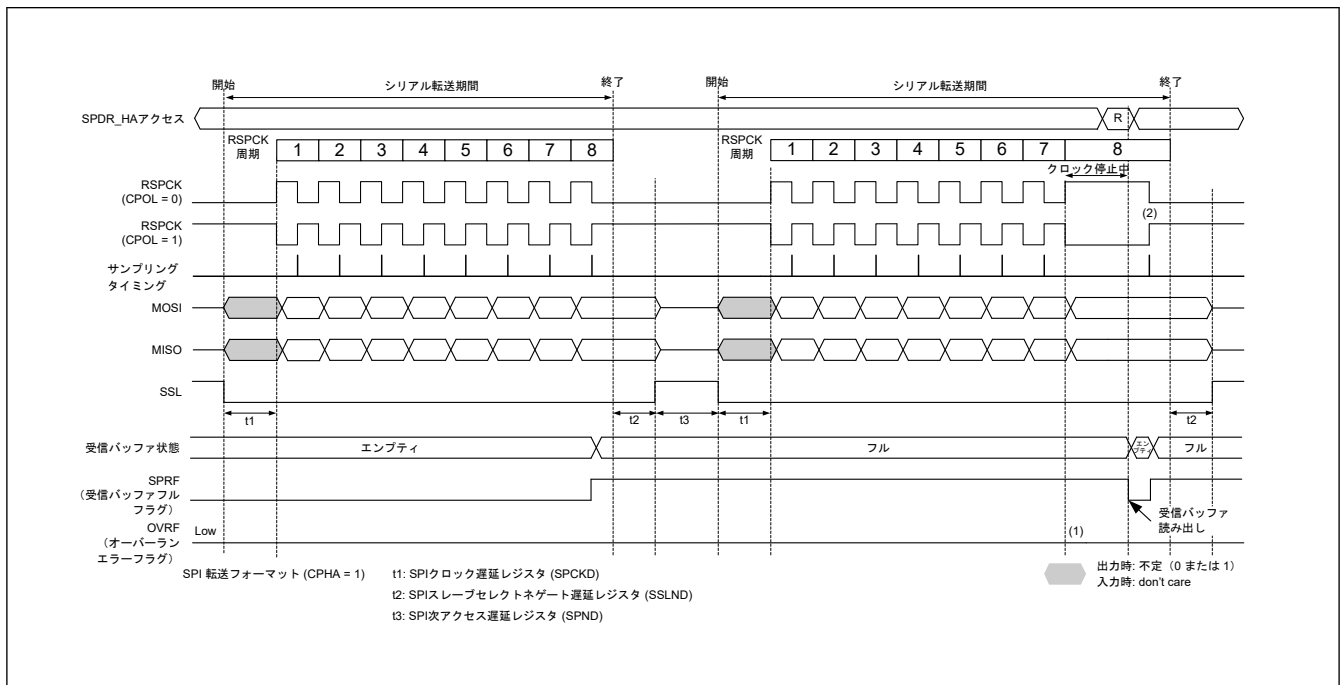
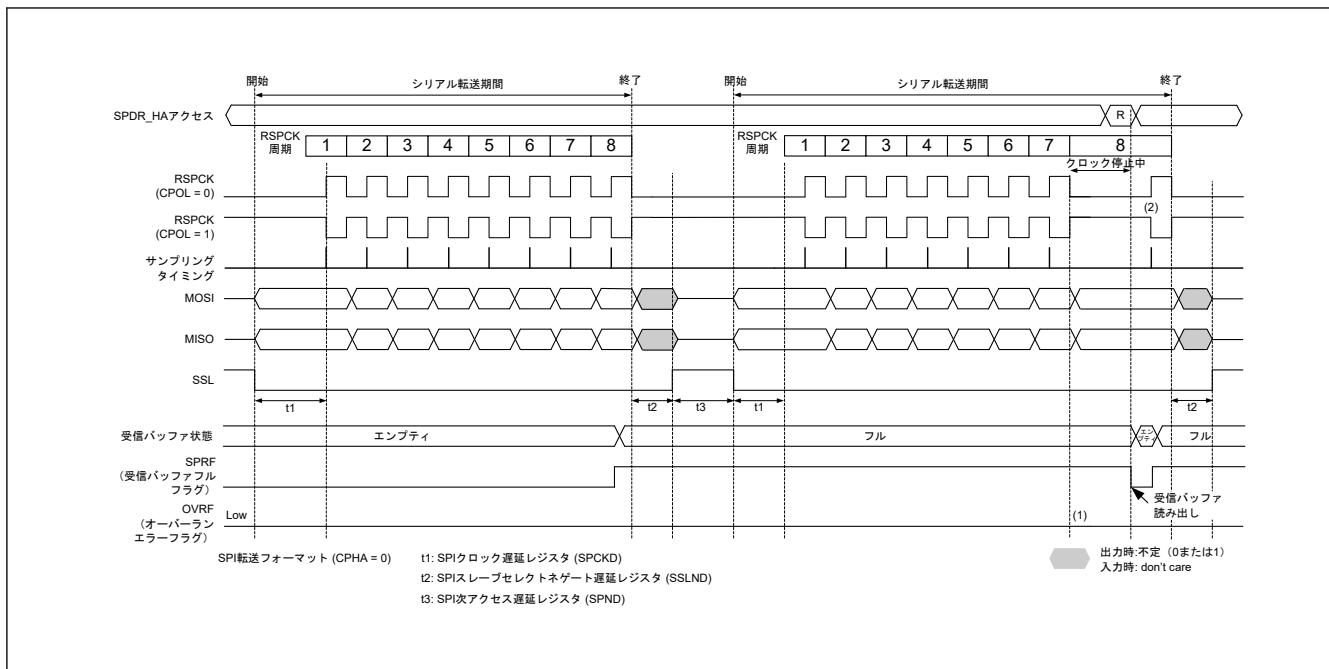

図 28.29 マスタモードの受信バッファフル状態でシリアル転送が継続するときのクロック停止波形 (SPCMDm.CPHA = 1)
図 28.30 マスタモードの受信バッファフル状態でシリアル転送が継続するときのクロック停止波形 (SPCMDm.CPHA = 0)
マスタモードで RSPCK 自動停止機能を有効 (SPCR2.SCKASE = 1) にした場合は、オーバーランエラーが発生しません。図 28.29、図 28.30 にマスタモードの受信バッファフル状態でシリアル転送が継続するときのクロック停止波形を示します。
以下に、図 28.29 および図 28.30 の (1)、(2) に示したタイミングでのフラグ動作を説明します。